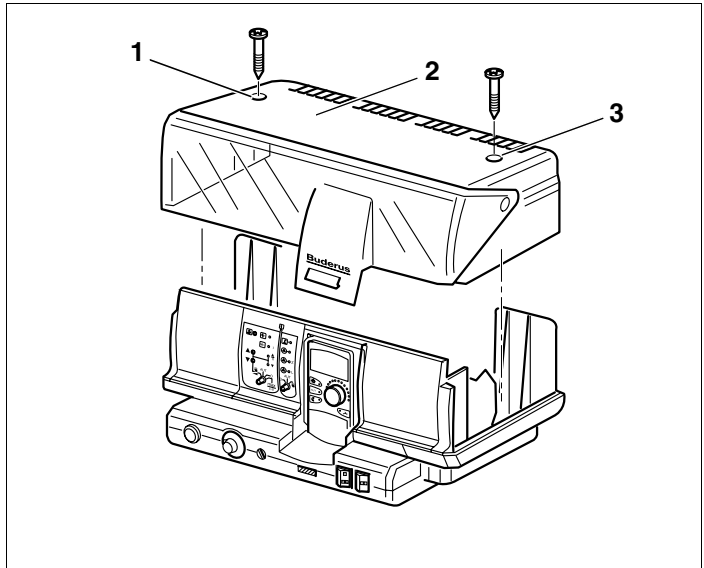

Fig. 13 Fjerning av deksler
- Løsne de to skruene på oversiden av kontrollpanelet (fig. 13, pos. 1 og 3).
- Løft av klemmedekselet (fig. 13, pos. 2).